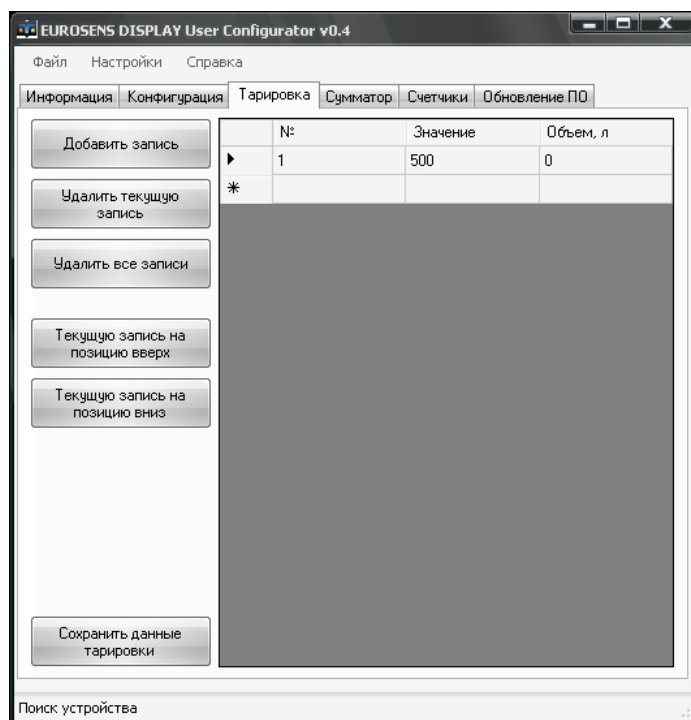

Рис.43
7) Нажать кнопку "Добавить запись" (рис.43).
8) Внести в первую строку таблицы в графе "Значение" значение частоты, соответствующее пустому баку (рис.43). Значение объема топлива в таблице (см. графа "Объем, л") должен быть равно нулю.